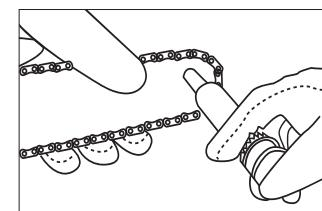

Рис. 28
3. Поместете иглообразна дюза на спринцовката в отвърстие за смазване и инжектрайте смазку докато тя не се появия на вънешия ръб на верижното зъбно колело на шината (рис. 28).